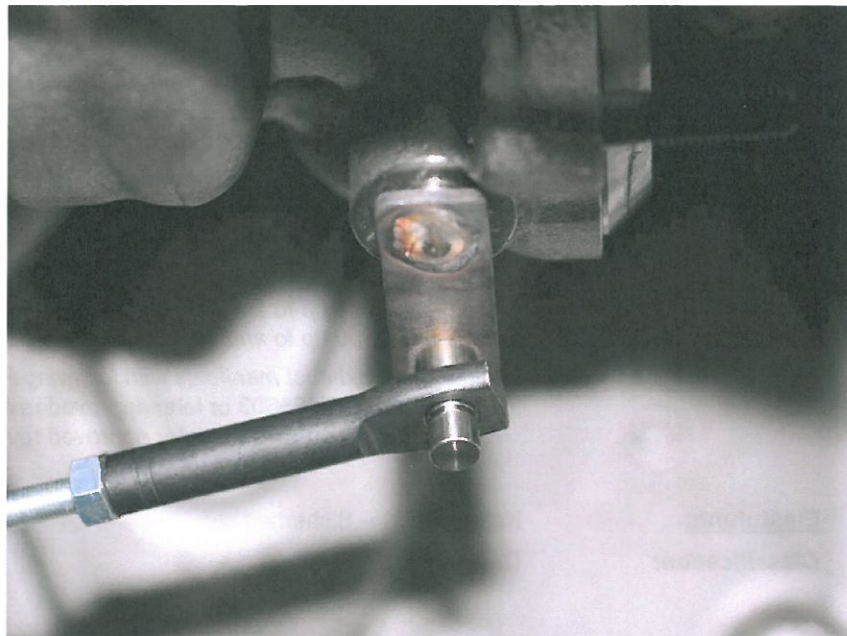

Bild 1 Einstellstück auf dem Stift des Wastegatehebels
3. Den Splint, die Unterlegscheibe und den Wellensicherungsring vom Stift des Wastegatehebels demontieren. Siehe Bild 1.